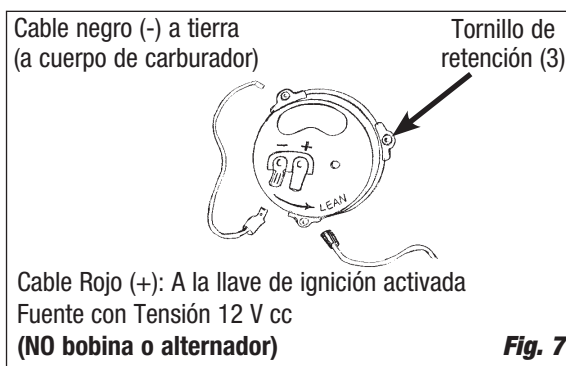

Fig. 7
3. En los modelos de los estranguladores eléctricos (Ver Fig. 7), remueva un tornillo retensor del caparazón e instale el extremo del ojal del cable de tierra del estrangulador (negro) a la cubierta del estrangulador y vuelva a instalar el tornillo. Conecte el gancho final del cable de tierra a la terminal negativa (-) del cable en la caparazón del estrangulador.
- Estrangulación manual: Conecte el cable del estrangulador manual al cable de la palanca del estrangulador del soporte de montaje (véase la Fig. 9.). Estrangulación eléctrica: Conecte el cable rojo del estrangulador a una fuente positiva de 12 V (+) que sea activada por el interruptor de ignición (Véase la Fig. 7).